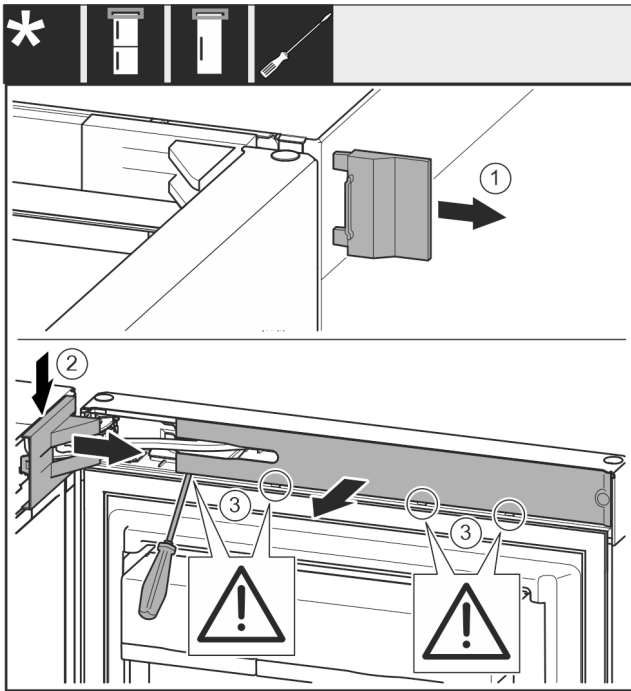

Fig. 5
- Retire la cubierta exterior. Fig. 5 (1)
- Desencaje y suelte la cubierta del soporte de cojinete. Retire la cubierta del soporte de cojinete. Fig. 5 (2)
- Desencaje el panel con el destornillador para tornillos de cabeza ranurada y gírelo lateralmente. Fig. 5 (3)